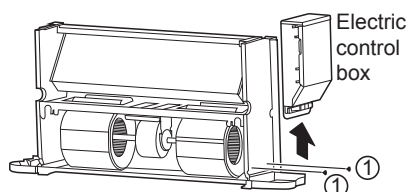

Figura 4-7 Desmontaje de la caja de control eléctrico
- Como se muestra en la Figura 4-7, quite los tornillos ① \*2 para desmontar la caja de control eléctrico.